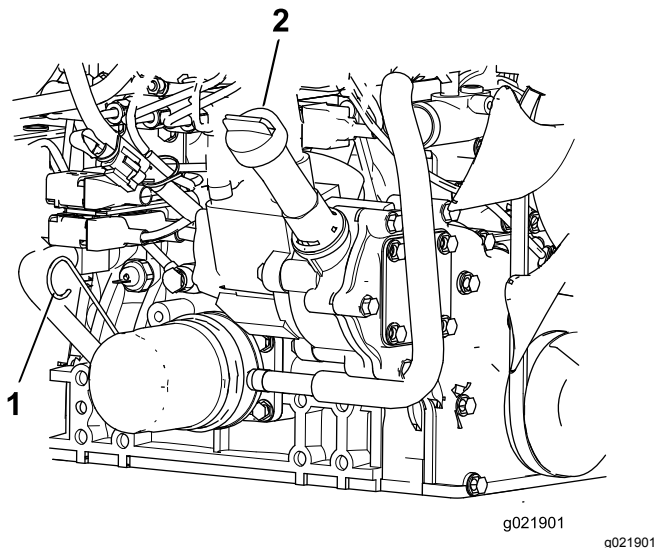

Figura 82
3. Retire a vareta, limpe-a, coloque-a no tubo e volte a retirá-la em seguida. O nível de óleo deve estar entre marca CHEIO e a marca ADICIONAR (Figura 82).
4. Se o nível de óleo estiver baixo, retire o tampão de enchimento e adicione óleo até que fique entre a marca CHEIO e a marca ADICIONAR (Figura 82).